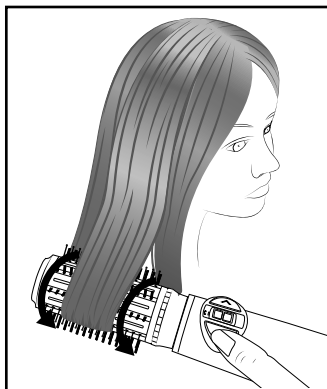

Fig. 1
- Modele o seu cabelo com a escova redonda ⑧/⑨, apenas quando este estiver quase seco. Certifique-se de que não tem nós. Especialmente em cabelos mais compridos, esses nós podem fazer com que os fios de cabelo fiquem presos nas cerdas.
- 2) Selecione a escova redonda ⑧/⑨ desejada e monte-a no aparelho.
- 5) Mantenha o botão de rotação ② > / ⑦ < pressionado, para que a escova redonda ⑧/⑨ comece a rodar. Posicione a escova redonda ⑧/⑨ nas pontas do cabelo, e distribua a mecha de cabelo ao longo da escova redonda ⑧/⑨ (ver fig. 1). A mecha de cabelo é enrolada com o movimento de rotação. Solte o botão de rotação ② > / ⑦ <, antes de chegar à raiz do cabelo. A escova deixa de rodar.